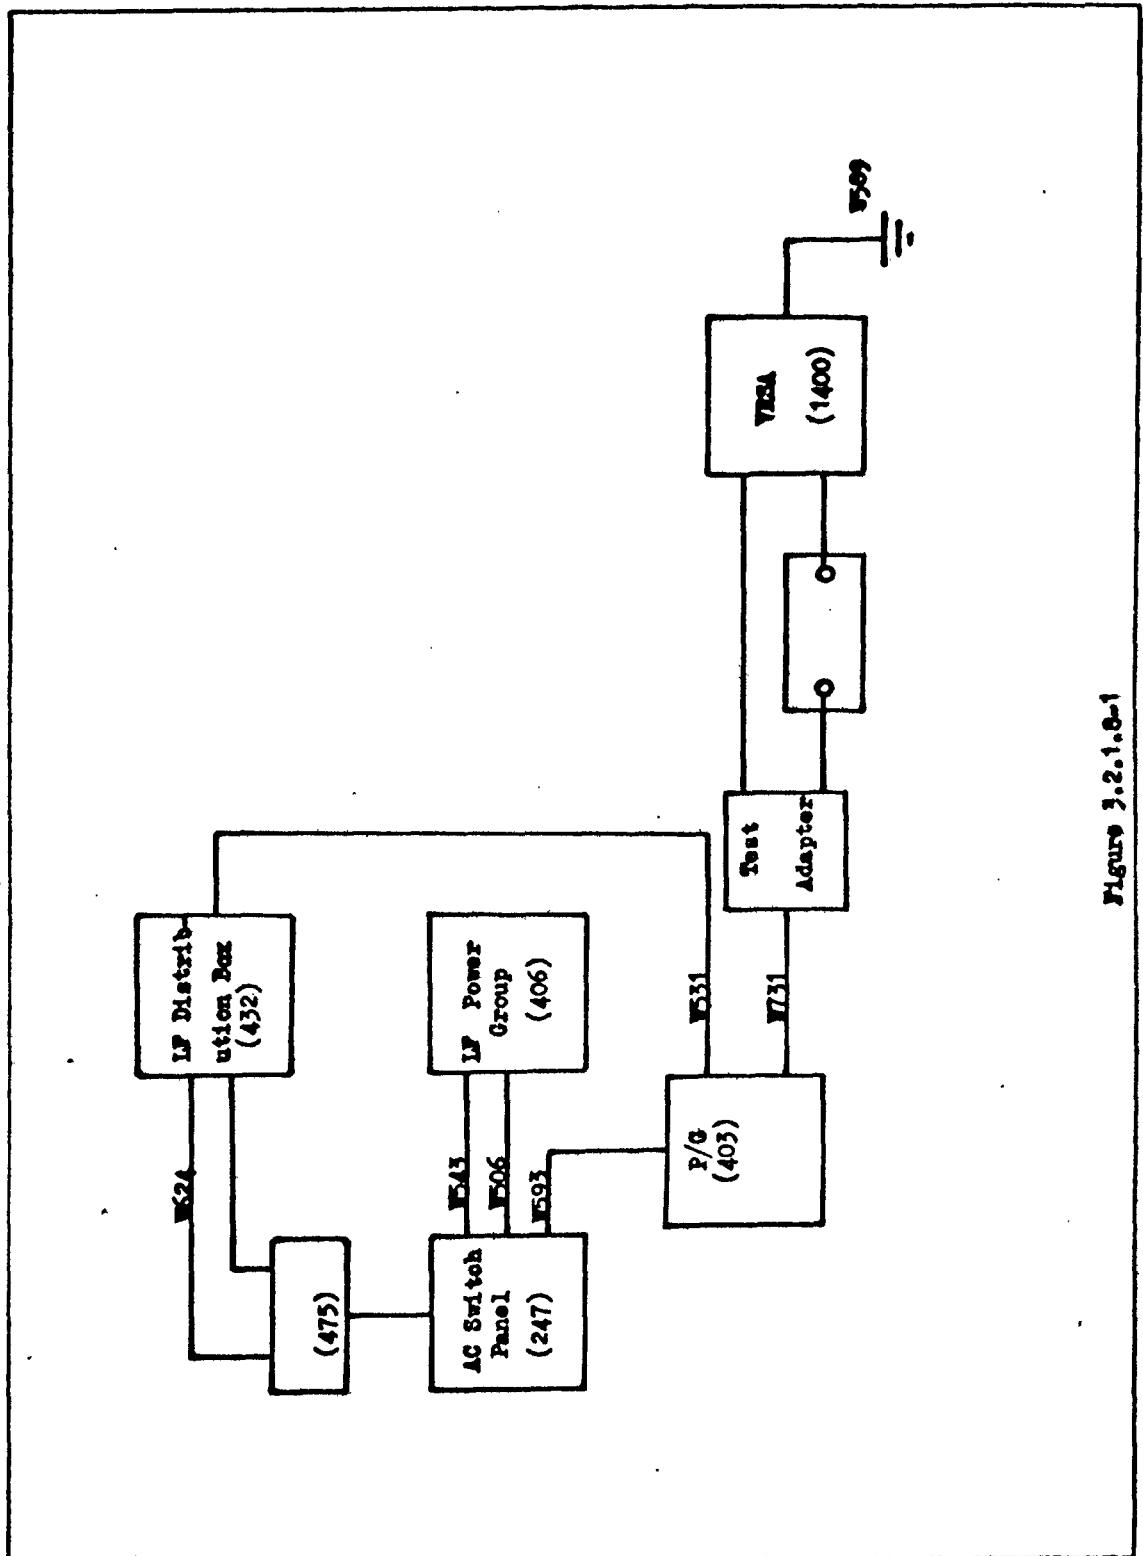

Figure 3.2.1.8-1
- 3.1 Connect the Alarm Set per Figure 3.2.1.11-1.